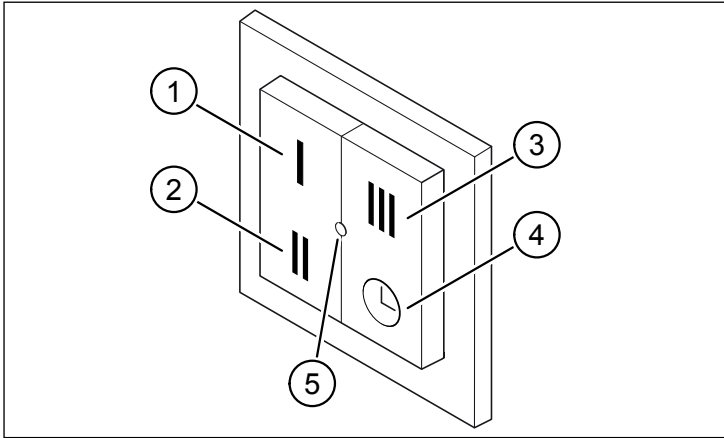

Abb. 1: 4-fach Funktaster
Mit den Bedientasten (Pos. 1 bis Pos. 4 in Abb. 1) lassen sich vier unterschiedliche Lüftungsprogramme aktivieren. Die LED (Pos. 5 in Abb. 1) signalisiert Betriebszustände von Funktaster und Lüftungsgerät.
- ▶ Drücken Sie am Funktaster gleichzeitig die Tasten I und III bzw. II und ⌚, bis das Lüftungsgerät 2 Mal piept und die Status-LED (Pos. 5 in Abb. 1) am Funktaster 2 Mal grün blinkt.
- ▶ Wählen Sie am Funktaster mit den Tasten I, II, III oder ⌚ das gewünschte Lüftungsprogramm (siehe Abb. 1).
Die Status-LED (Pos. 5 in Abb. 1) kann nach einem Tastendruck folgende Rückmeldungen absetzen: